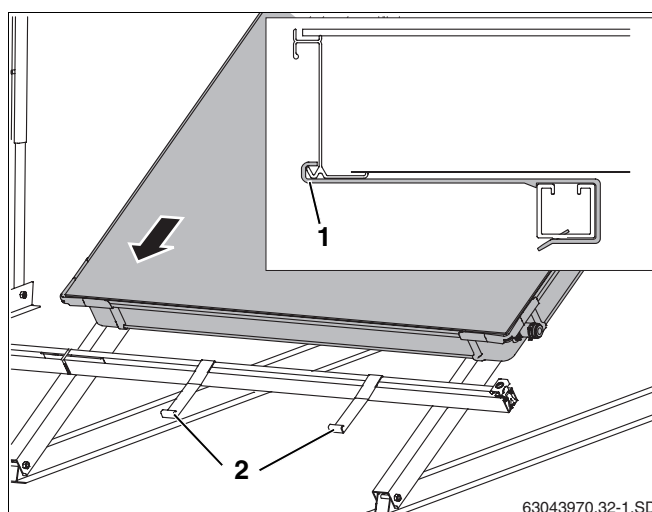

Fig. 46 Posizionamento del primo collettore sulle guide profilate
- Posare il primo collettore sulle guide profilate e farlo scivolare nelle sicurezze anti scivolamento (fig. 46, **pos. 2**) (fig. 46).
Il bordo inferiore del collettore deve trovarsi nell'apertura della sicurezza anti scivolamento (fig. 46, **pos. 1**).